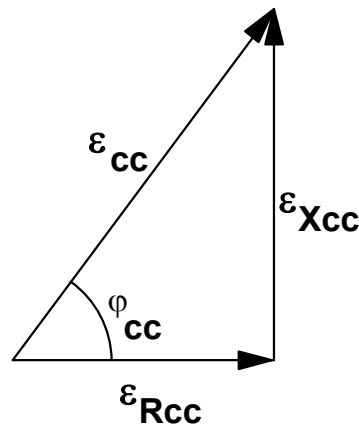

Fig. 2: Triángulo de tensiones relativas de cortocircuito
- a) En la Fig. 2 se muestra el triángulo de tensiones relativas de cortocircuito de un transformador del cual se deduce que el parámetro ε_{Rcc} se puede calcular mediante esta expresión:
De la Fig. 2 también se deduce que el parámetro ε_{Xcc} se puede calcular mediante una cualquiera de estas expresiones: